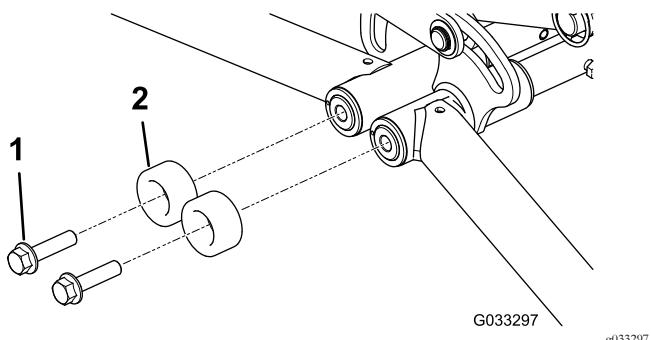

Figura 19
2. Rimuovete i bulloni a testa flangiata preesistenti e i paraurti arrotondati (Figura 19).